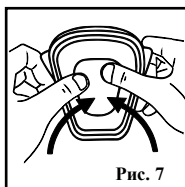

Рис. 7
4. Для замены фильтра удалите крышку подняв ее как показано на рис. 7.